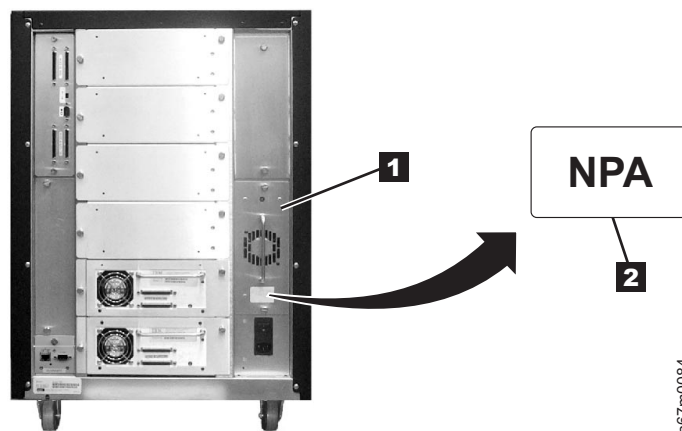

Abbildung 28. Redundantes Gleichstromversorgungsmodul installieren
1. Stellen Sie anhand des Etiketts auf dem Gleichstromversorgungsmodul des Kassettenarchivs (siehe **1** in Abb. 28) fest, ob die Spannung korrekt ist: